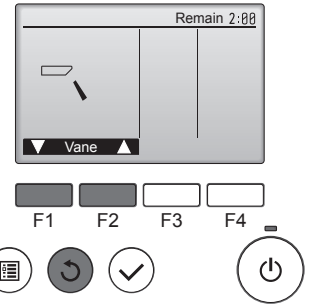

Fig. 6-6
- Compruebe el sistema automático de desviación del aire con los botones **F1** **F2**. (Fig. 6-6)